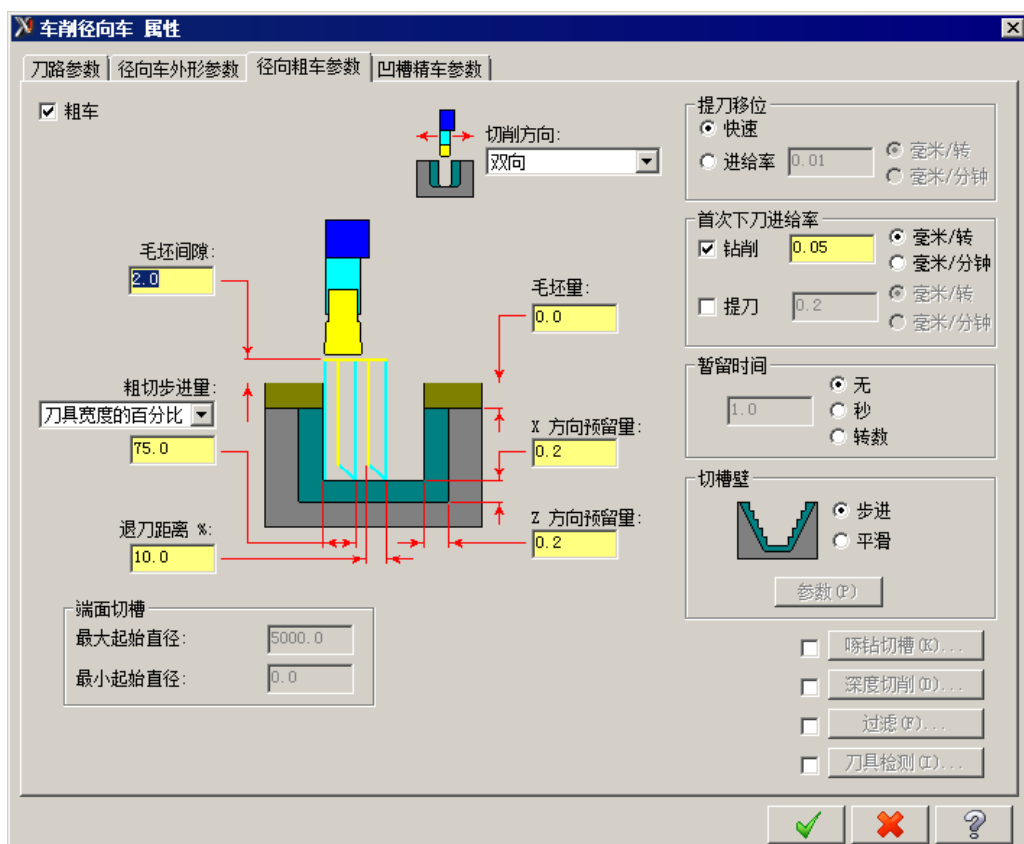

图 8.10.5 “径向粗车参数”选项卡
Step2. 在“车削径向车 属性”对话框中单击 **径向粗车参数** 选项卡, 切换到“径向粗车参数”界面, 如图 8.10.5 所示, 采用系统默认的参数设置值。